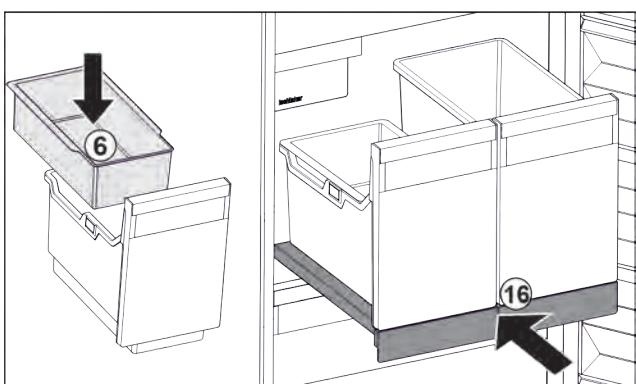

Fig. 25
- Вставьте навесной лоток Fig. 25 (6) для кубиков льда.
- Вставьте выдвижную панель с контейнером (IceTower). Fig. 25 (16)